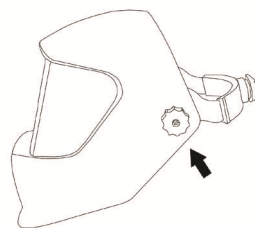

рис. 4
3.3 Угол наклона маски изменяется с помощью винтов на двух сторонах маски (рис. 4). Лучший угол в ходе сварки – прямая линия между глазами и точкой сварки вертикально к светофильтру.